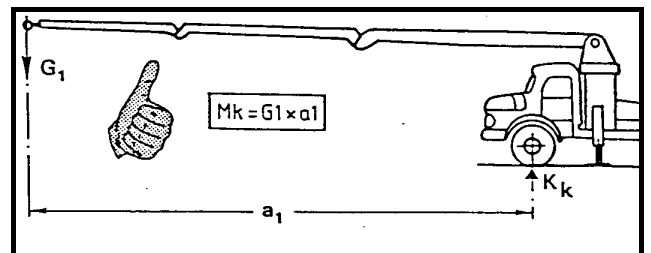

Fig. 3
- Vehículos con motor de accionamiento situado muy por delante, los llamados vehículos de capot (Fig. 3).